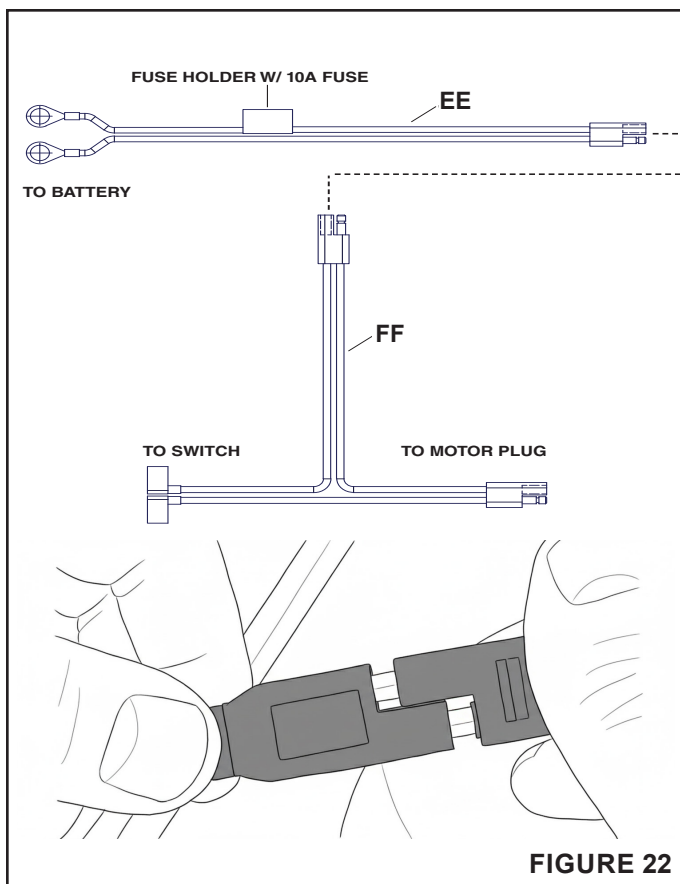

FIGURE 22
ÉTAPE 22 : (VOIR FIGURE 22)
- Branchez le faisceau du moteur à l'extrémité courte du faisceau de câbles (FF).